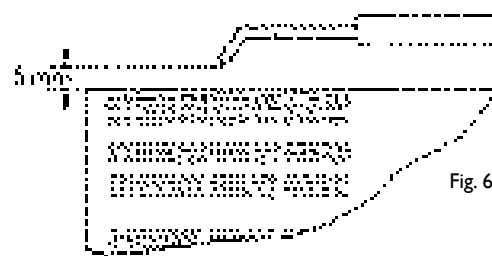

Fig. 6
- Kontrollera startelektrodens läge (se bild 6).